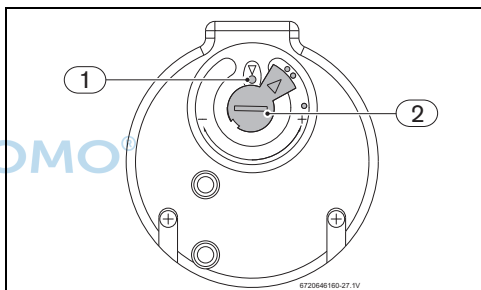

Bild 55 Temperaturregler
- Entstörknopf bis zum Anschlag eindrücken (→ Abb. 55, [1]).
Nach der Entstörung sicherstellen, dass sich der Temperaturregler in der in Abb. 55 dargestellten Position befindet. Versiegelung nicht beschädigen.